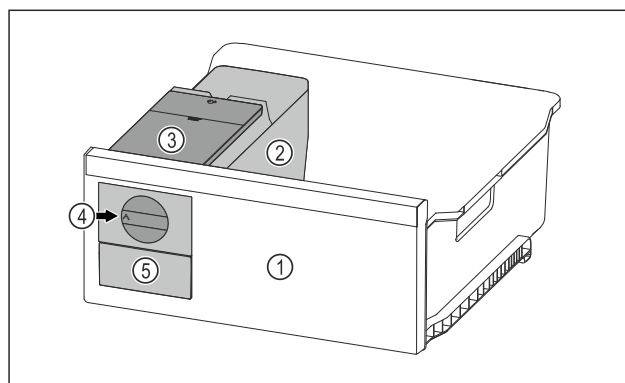

Fig. 79 Ilustrační zobrazení
- ▶ Otočte otočný knoflík Fig. 79 (4) ve směru hodinových ručiček až na doraz.
- ▶ Kostky ledu padají z misky na kostky ledu do zásuvky na kostky ledu Fig. 79 (5).